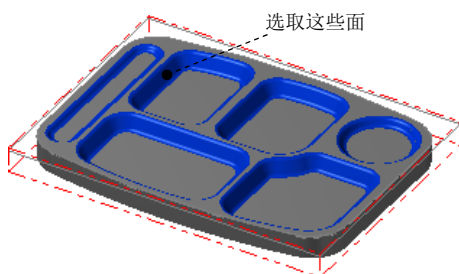
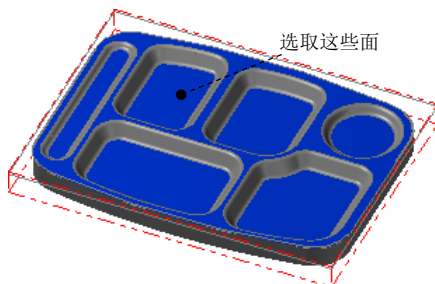

图 1.21 选取加工面
图 1.22 选取干涉面
Step2. 设置加工区域。在图形区中选取图 1.21 所示的面（共 116 个），按 Enter 键，系统弹出“刀具路径的曲面选取”对话框。然后单击 **检测** 区域中的 按钮，选取图 1.22 所示的面（共 7 个）为干涉面，然后按 Enter 键。单击 按钮，完成加工区域的设置，同时系统弹出“曲面精加工等高外形”对话框。